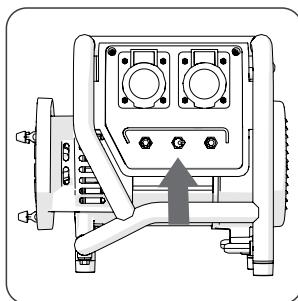

Abb. 2 (UK Professional version)
- Stellen Sie ggf. die benötigte Spannung (230 V oder 110 V) ein. (**Abb. 2**)